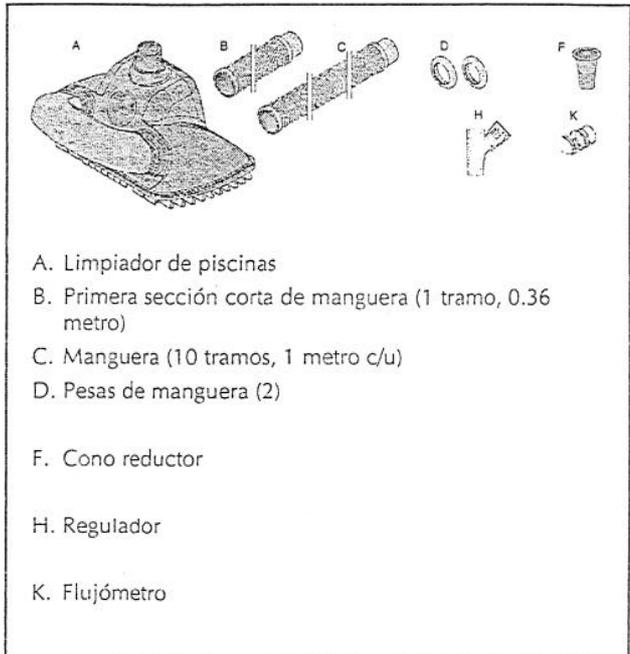

Figura 3
Paso 3: Inspeccione las piezas (Figura 3)